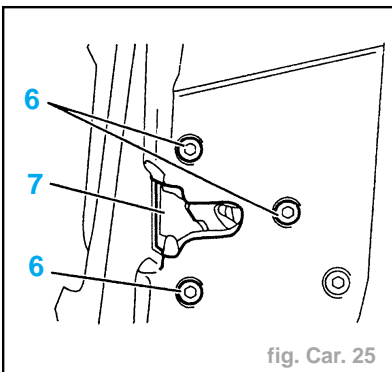

fig. Car. 25
- Déposer (fig. Car. 25) :
- les fixations (6),
- la serrure (7) en la faisant pivoter pour dégager les tringles de liaison.